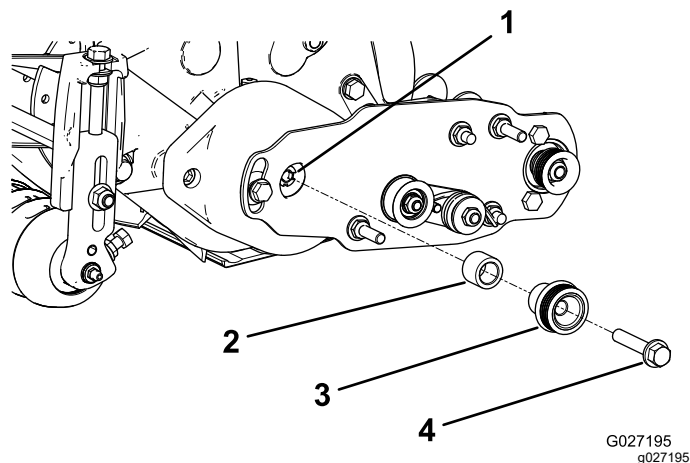

Figura 15
- Inserte el espaciador sobre el eje en el alojamiento del cojinete (Figura 15).
- Inserte la polea motriz en el espaciador y sobre el eje de transmisión (Figura 15).
- Sujete la polea y el espaciador al eje de transmisión con un perno con arandela prensada (3/8" x 2"); consulte Figura 15.